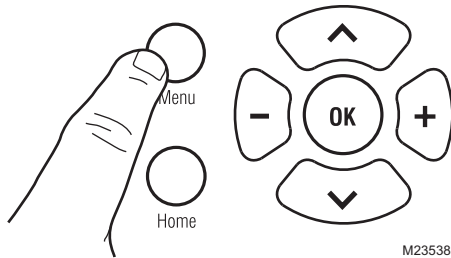
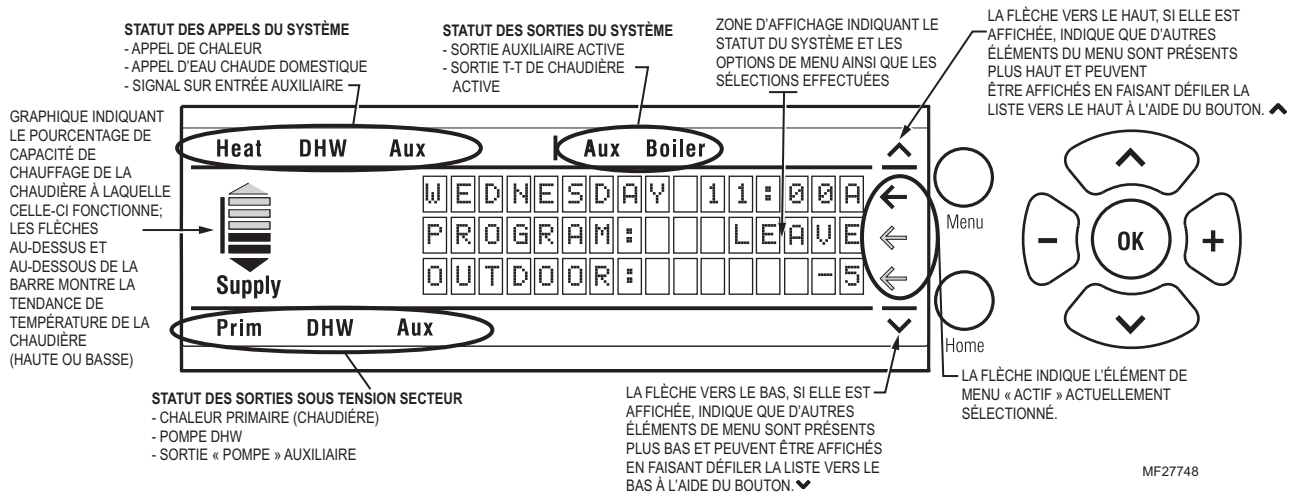

Fig. 21. Clavier AQ251.
Fig. 22. Agencement de l'afficheur ACL et du clavier.
L'interface utilisateur de l'AQ251 se compose d'un écran ACL (16 caractères sur 3 rangs) et d'un clavier à 7 boutons pour naviguer dans les menus, comme illustré à la Fig. 22. La Fig. 21 montre une vue isolée du clavier.
L'agencement de l'afficheur est logique et la navigation est aisée. Les informations s'affichent de manière à ce que l'installateur puisse voir d'un seul coup d'œil les températures de fonctionnement du système, ainsi que les statuts de l'équipement du système, tels qu'un appel de chaleur, une pompe DHW activée, des bornes T-T de chaudière sous tension, etc. En outre, toutes les informations s'affichent en langage simple et clair pour permettre un diagnostic rapide du système. La Fig. 22 illustre l'agencement et les caractéristiques de l'afficheur ACL et du clavier.
Programmez l'AQ251 à l'aide du clavier et de l'écran ACL pour sélectionner les paramètres dans les menus Utilisateur et Installateur. Reportez-vous à la Fig. 22 de la page 17 pour une illustration de l'écran ACL et du clavier.
- Lorsque TEST OUTPUTS (test des sorties) est sélectionné, l'ACL de l'AQ251 affiche une liste de toutes les sorties pouvant être testées. Pour sélectionner une sortie à tester, positionnez la flèche (←) à côté de la sortie et appuyez sur le bouton + pour activer le relais de la sortie. Lorsqu'une sortie est activée, une icône textuelle est affichée pour cette sortie en haut ou en bas de l'écran ACL (voir la Fig. 22 à la page 17). La routine de test active le relais de sortie jusqu'à ce que le bouton – soit pressé pour désactiver cette sortie.
REMARQUE : Voir la Fig. 22 de la page 17 pour les zones d'affichages des appels et des sorties de l'écran ACL.